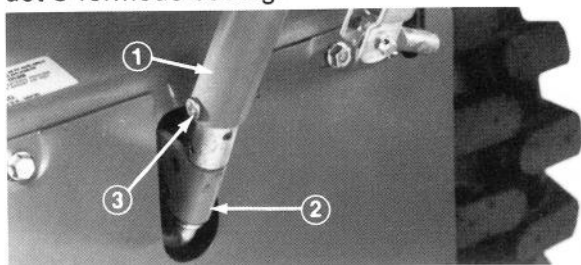
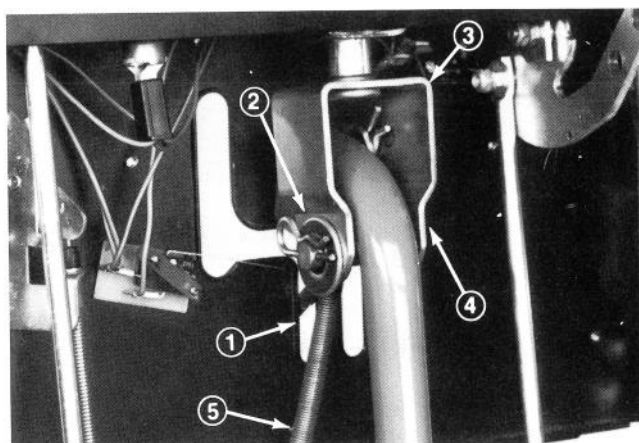
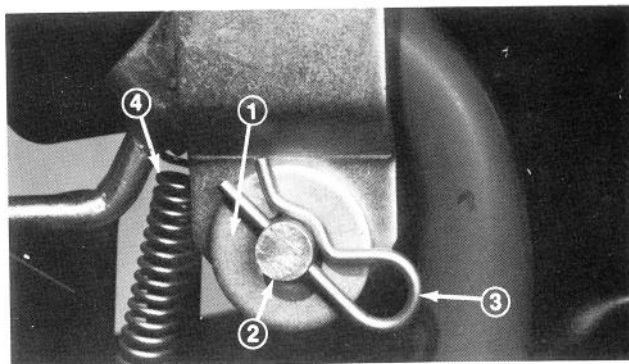

Fig. 9
Fig. 10
Fig. 11
2. Fra bagsiden skydes gearstangen over det nederste rør (Fig. 9) og derpå gennem 1. gearspalte i instrumentpanelet (Fig. 10). Hægt fjederen til hjuldrevkontrollens beslag. Drej derefter hullerne i gearstangen således at de stemmer overens med hullerne i det U-formede beslag. Skyd derefter en låsebolt gennem hullerne og hold den på plads med en hårnålssplit (Fig. 11). Hovedet af låsebolten skal være på højre side af det U-formede beslag.
3. Placer en spændeskive på låsebolten og skyd hårnålssplitten gennem boltens således at alle dele holdes på plads (Fig. 11).
5. Drej hullerne i den nederste del af gearstangen således at de er ud for hullerne i stangen i midten af trækenheden (Fig. 9). Fastgør delene med låsebolt og hårnålssplit (Fig. 9).